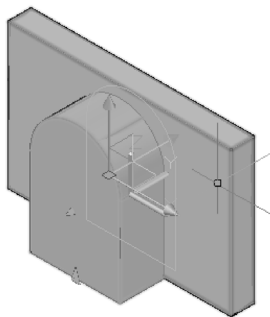

图 10-30 选择实体 1 和实体 2
4) 分别单击实体 1 和实体 2 以选中它们, 如图 10-30 所示, 接着在键盘上按〈Delete〉键将它们删除掉。此时可以观察到只剩下创建的干涉对象了, 如图 10-31 所示。